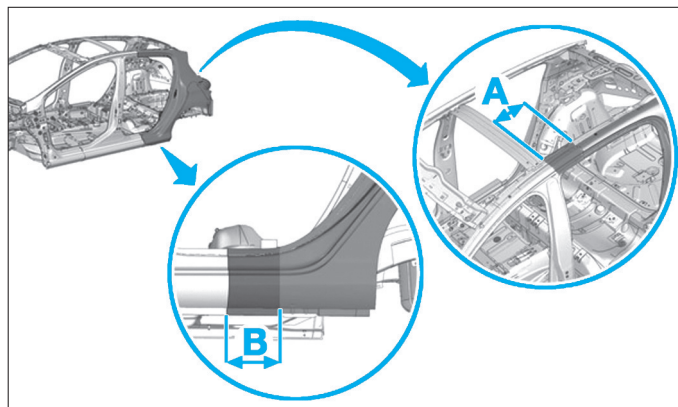

FIG. 160
- Tracer dans les zones de coupe (A) et (B) les lignes de coupe puis découper (Fig.160).